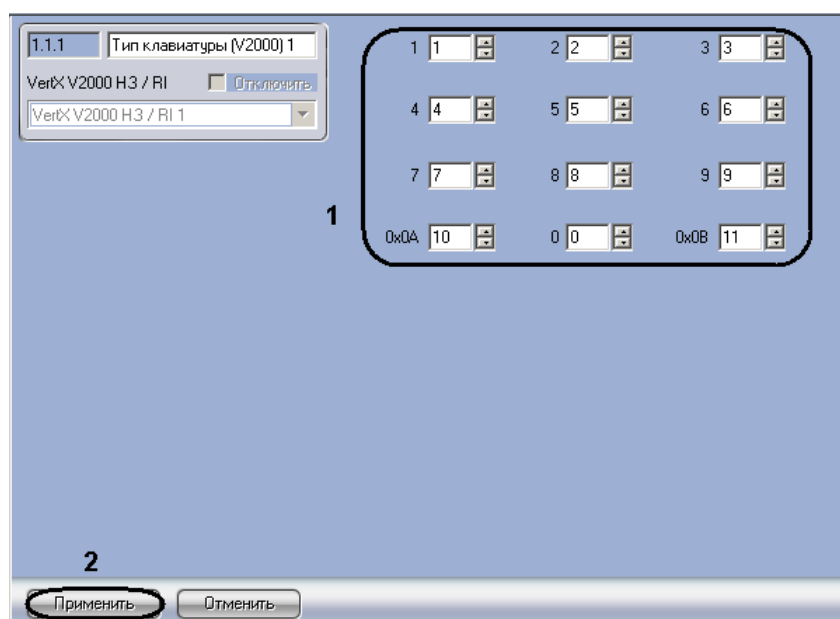

Рис. 3.7—17 Настройка типов клавиатур
2. В полях 0-9 необходимо ввести значение, которое будет получать контроллер, при нажатии на соответствующую цифру на клавиатуре (см. Рис. 3.7—17, 1).
3. В поле 0x0A необходимо ввести значение, которое будет получать контроллер, при нажатии на кнопку \* на клавиатуре (см. Рис. 3.7—17, 1).